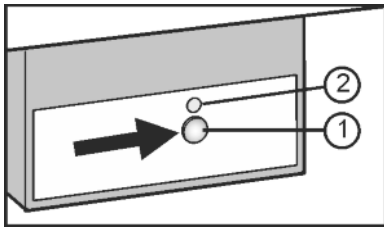

Fig. 9
- ▶ Taste On/Off Fig. 9 (1) drücken, so dass die LED Fig. 9 (2) leuchtet.